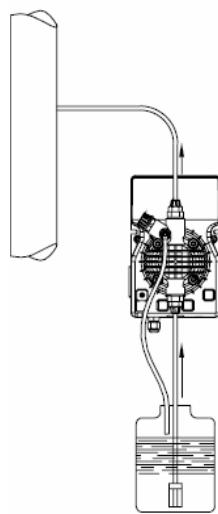
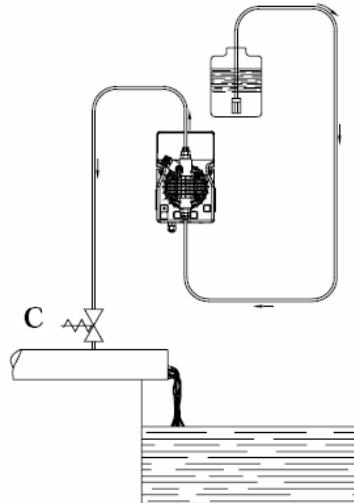

Рис. 5
Рис. 6
c. – Розмістіть насос, як показано на рис. 5, враховуючи, що його можна встановлювати, як вище, так і нижче рівня дозуючої рідини, при цьому перепад рівнів не повинен перевищувати 2-х метрів. Якщо система працює при атмосферному тиску (без зворотного), а ємність з реагентами розташована вище насоса (рис. 6) необхідно часто перевіряти стан клапана звороту, тому що його знос може викликати попадання реагенту в систему навіть при вимкненому насосі. Якщо дана проблема з'являється, Вам необхідно встановити зворотний клапан С між точкою викиду і клапаном. Не встановлюйте насос над ємністю з хімічними препаратами, що виділяють велику кількість парів, за винятком випадків, коли ємність герметично закупорена.